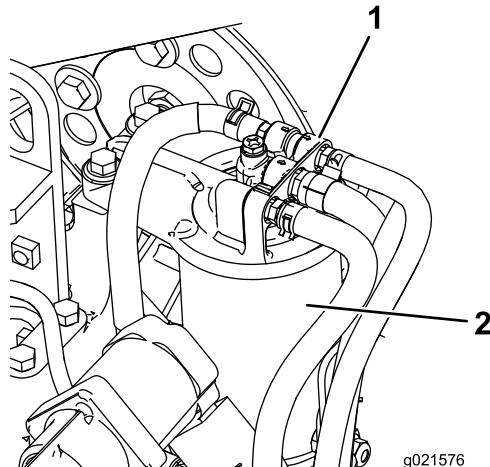

Figura 85
- Limpie la zona alrededor de la cabeza del filtro de combustible (Figura 85).
- Retire el filtro y limpie la superficie de montaje de la cabeza del filtro (Figura 85).